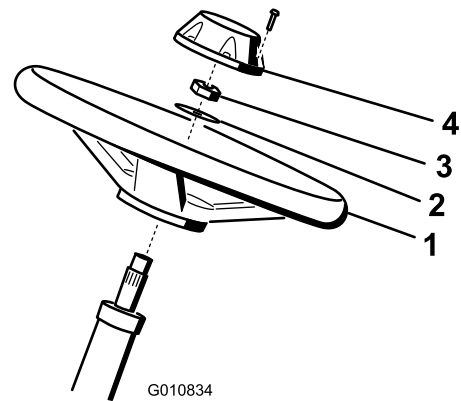

Figura 3
- Collocate il volante sul piantone (Figura 3).
- Collocate la rondella sul piantone (Figura 3).
- Fissate il volante all'albero con un dado ad alette e serrate tra 27 e 35 N·m (20 - 26 ft-lb) (Figura 3).
- Montate il coprismozzo sul volante e fissatelo con l'aiuto di una vite (Figura 3).